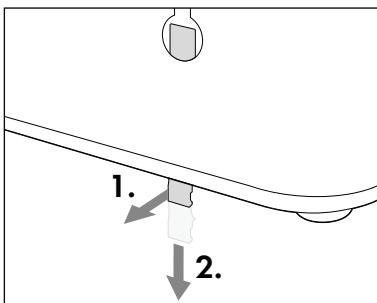

Abb. 1
2. Schieben Sie die beiden mitgelieferten Dübel ⑨ in die Bohrlöcher und schrauben Sie die beiden mitgelieferten Schrauben ⑧ in die Dübel ⑨. Achten Sie dabei darauf, dass die Schrauben ⑧ noch ca. 3 mm aus den Bohrlöchern herausschauen.
3. An der Geräterückseite befindet sich in der rechten Aufhängeöse ⑥ ein Sicherungsstift ⑦ der verhindern soll, dass sich das Gerät von den Schrauben ⑧ löst. Drücken Sie den Sicherungsstift ⑦ etwas nach hinten, bis Sie ein Klickgeräusch hören. Ziehen Sie dann den Sicherungsstift ⑦ ein Stück nach unten aus der Aufhängeöse ⑥ (siehe Abb. 1).